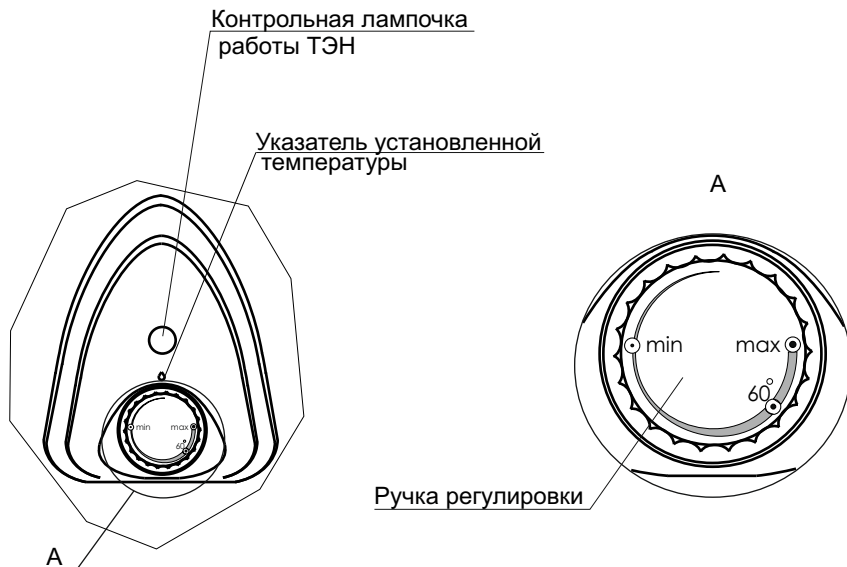

Рисунок 1 - Панель управления ЭВН
- По желанию потребитель может изменить температуру нагрева воды с помощью ручки регулировки. Поворотом ручки регулировки по часовой стрелке увеличивают температуру нагрева воды, поворотом ручки против часовой стрелки - уменьшают. Для ориентации на шкале обозначено положение ручки регулировки, соответствующее нагреву воды примерно до 60 °С (см. рисунок 1).